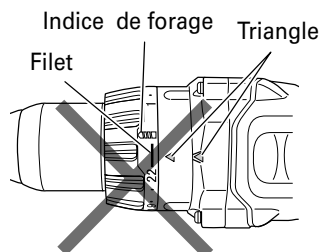

Fig. 11
- N'utilisez pas l'outil avec le sélecteur de débrayage positionné entre le chiffre "22" et la ligne au centre du symbole du foret "▲", vous risqueriez de l'endommager (Voir Fig. 11).